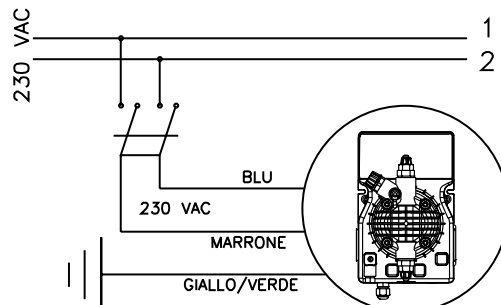

Fig. 4
1. Asegurarse que la misma esté desactivada eléctricamente (por ambas polaridades), desconectando los conductores de los puntos de contacto de la red a través de la apertura del interruptor omnipolar con una distancia mínima entre los contactos de 3 mm (Fig. 4).
- b. - Respetar las normas en vigor en los diferentes países por lo que se refiere a la instalación eléctrica (Fig. 4).
- a. Asegúrese de que esté desactivada eléctricamente (ambas polaridades) desconectando los conductores de los puntos de contacto de la red con el interruptor omnipolar de distancia mínima entre contactos de 3 mm. (Fig. 4).